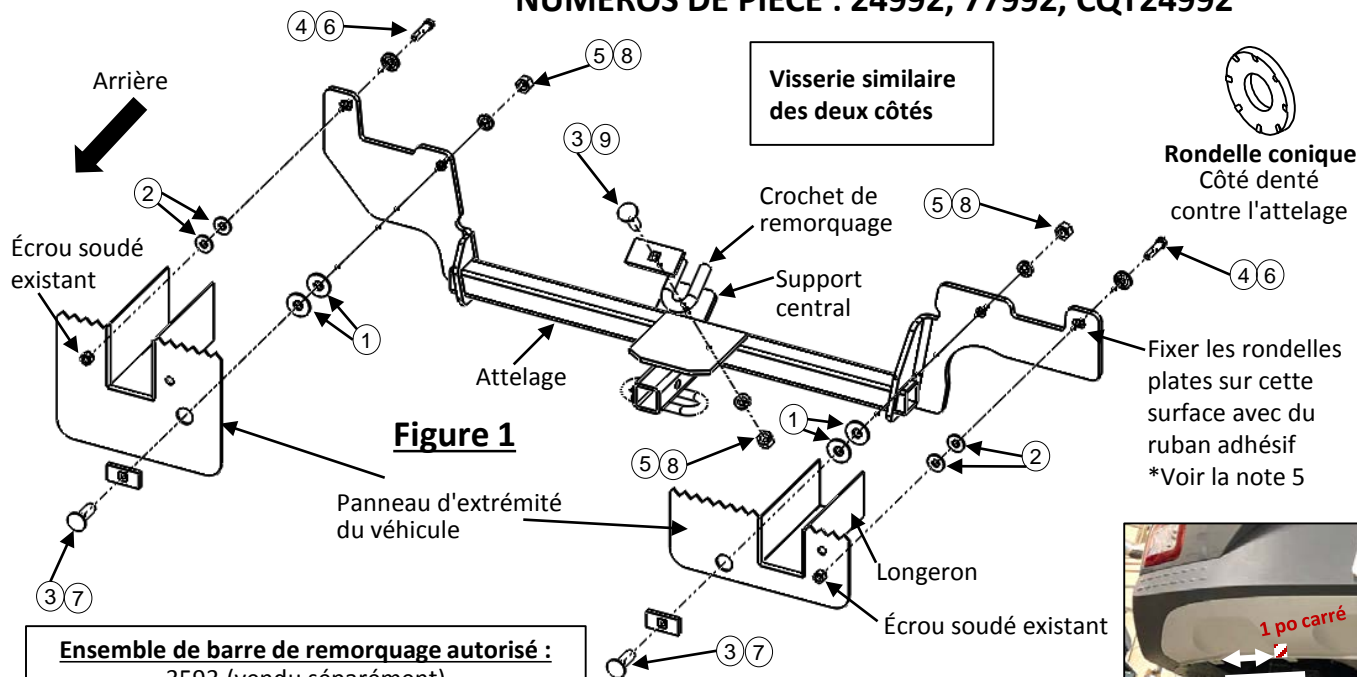

Figure 1
- Retirer le panneau garde-boue de l'absorbeur de vapeurs d'essence** – À l'aide d'un tournevis à lame plate, retirer deux (2) rivets poussoirs du panneau garde-boue de l'absorbeur de vapeurs d'essence côté conducteur. Retirer le panneau des deux (2) goujons sur les longerons et le panneau du pneu de secours. Remettre ces pièces au propriétaire.
- Desserrer les doublures de passage de roue arrière** – À l'aide d'un tournevis à lame plate, retirer deux (2) rivets poussoirs des doublures de passage de roue arrière, de chaque côté. À l'aide d'un tournevis cruciforme court, retirer deux (2) vis situées dans le côté de la doublure de passage de roue, de chaque côté. Conserver les pièces pour la réinstallation.
- Échappement inférieur du véhicule** – À l'aide d'une pince pour échappement, abaisser le silencieux en retirant deux (2) supports en caoutchouc, un (1) de chaque côté du silencieux. À l'aide d'une pince, courber légèrement l'écran thermique sur le côté passager au plus près du panneau d'extrémité. **Remarque :** S'assurer de supporter l'échappement avant d'enlever les supports en caoutchouc. La vaporisation d'un lubrifiant ou d'eau savonneuse sur les supports en caoutchouc facilite leur extraction des tiges métalliques.
- Retirer les boulons du panneau d'extrémité** – À l'aide d'une douille 12 mm, retirer un (1) boulon du panneau d'extrémité du véhicule (voir **figure 1**, emplacements des écrous soudés), des deux côtés, voir **figure 1**. Remettre ces pièces au propriétaire. **Nota :** L'écrou soudé existant demeure fixé au côté opposé du panneau d'extrémité. **Ne pas** retirer.
- Installer l'attelage** – Avec du ruban adhésif, fixer deux (2) rondelles plates de 1/2 po et deux (2) de 3/8 po ① ② sur les supports d'attelage et aligner les trous sur les fentes des supports d'attelage. Insérez le boulon de carrosserie et l'espaceur dans le crochet de remorquage ③ ⑨, voir **figure 1**. Soulever l'attelage en position par-dessus l'échappement, et installer lâchement un boulon de carrosserie 1/2 po avec espaceur, écrou et rondelle conique ③ ⑦ ⑤ ⑧ dans les trous inférieurs les plus à l'intérieur du panneau d'extrémité, des deux côtés, voir **figure 1**. **Nota :** S'assurer que les espaceurs reposent à plat sur le panneau d'extrémité et horizontalement. Installer lâchement le boulon M8 et sa rondelle conique ④ ⑥ dans l'écrou soudé existant. Fixer lâchement le support central sur le crochet de remorquage à l'aide d'un boulon de carrosserie 1/2 po avec espaceur, rondelle conique et écrou ③ ⑨ ⑤ ⑧.
1. **Retirer la panneau garde-boue de l'absorbeur de vapeurs d'essence** – À l'aide d'un tournevis à lame plate, retirer deux (2) rivets poussoirs du panneau garde-boue de l'absorbeur de vapeurs d'essence côté conducteur. Retirer le panneau des deux (2) goujons sur les longerons et le panneau du pneu de secours. Remettre ces pièces au propriétaire.
2. **Desserrer les doublures de passage de roue arrière** – À l'aide d'un tournevis à lame plate, retirer deux (2) rivets poussoirs des doublures de passage de roue arrière, de chaque côté. À l'aide d'un tournevis cruciforme court, retirer deux (2) vis situées dans le côté de la doublure de passage de roue, de chaque côté. Conserver les pièces pour la réinstallation.
3. **Échappement inférieur du véhicule** – À l'aide d'une pince pour échappement, abaisser le silencieux en retirant deux (2) supports en caoutchouc, un (1) de chaque côté du silencieux. À l'aide d'une pince, courber légèrement l'écran thermique sur le côté passager au plus près du panneau d'extrémité. **Remarque** : S'assurer de supporter l'échappement avant d'enlever les supports en caoutchouc. La vaporisation d'un lubrifiant ou d'eau savonneuse sur les supports en caoutchouc facilite leur extraction des tiges métalliques.
4. **Retirer les boulons du panneau d'extrémité** – À l'aide d'une douille 12 mm, retirer un (1) boulon du panneau d'extrémité du véhicule (voir **figure 1**, emplacements des écrous soudés), des deux côtés, voir **figure 1**. Remettre ces pièces au propriétaire. **Nota** : L'écrou soudé existant demeure fixé au côté opposé du panneau d'extrémité. Ne pas retirer.
6. **Installer l'attelage** – Avec du ruban adhésif, fixer deux (2) rondelles plates de 1/2 po et deux (2) de 3/8 po ① ② sur les supports d'attelage et aligner les trous sur les fentes des supports d'attelage. Insérez le boulon de carrosserie et l'espaceur dans le crochet de remorquage ③ ⑨, voir **figure 1**. Soulever l'attelage en position par-dessus l'échappement, et installer lâchement un boulon de carrosserie 1/2 po avec espaceur, écrou et rondelle conique ③ ⑦ ⑤ ⑧ dans les trous inférieurs les plus à l'intérieur du panneau d'extrémité, des deux côtés, voir **figure 1**. **Nota** : S'assurer que les espaceurs reposent à plat sur le panneau d'extrémité et horizontalement. Installer lâchement le boulon M8 et sa rondelle conique ④ ⑥ dans l'écrou soudé existant.